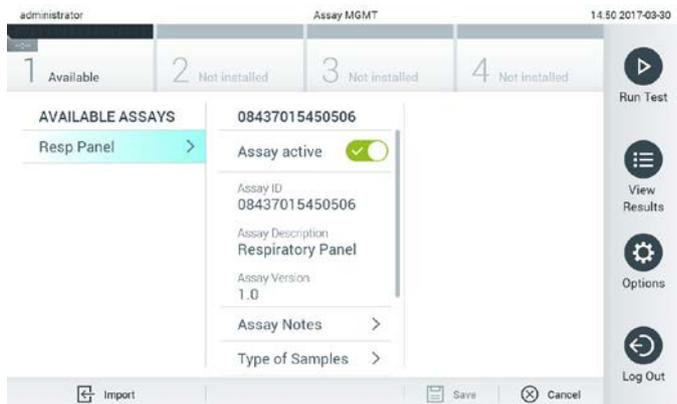

Figura 58. Gestione degli esami disponibili.
1. Premere il pulsante Options (Opzioni) e quindi il pulsante Assay Management (Gestione esame) per accedere alla schermata Assay Management (Gestione esame). Gli esami disponibili sono elencati nella prima colonna dell'area dei contenuti (Figura 58).